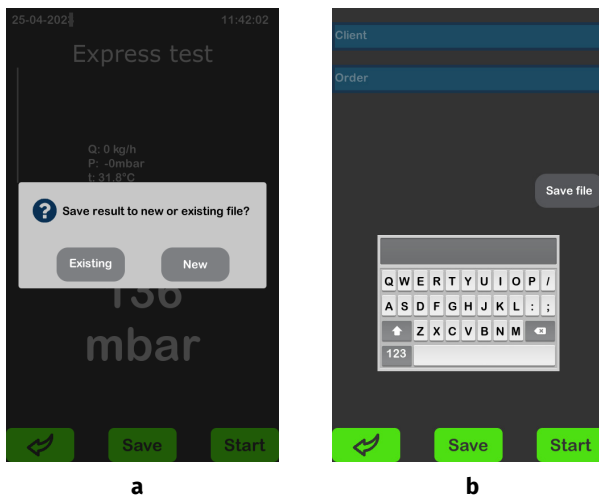

Rysunek 31
- W oknie, które zostanie otwarte, kliknij przycisk „**Start**” rys. 31.
- Po zakończeniu procesu diagnostycznego na ekranie zostanie wyświetlony wynik pomiaru, który należy zapisać. Aby zapisać wyniki diagnozy, naciśnij przycisk „**Save**” (patrz rys. 31). Zostaniesz poproszony o dwie opcje zapisania wyniku, patrz rys. 32a: